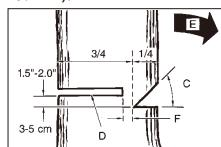

Bild. 11B
**ACHTUNG:** Treten Sie nie vor einem Baum, der eingekerbt ist. Führen Sie den Fallschnitt (D) auf der anderen Seite des Baumes ca. 3,5 cm oberhalb der Kerbkante (C) aus (Bild. 11B).